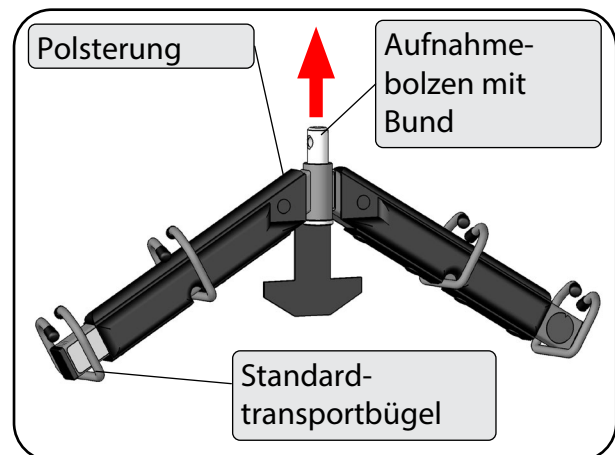

Abbildung 15
10. Knöpfen Sie zur Montage des Transportbügels die Polsterung auf (Abbildung 15) und stecken Sie den Aufnahmebolzen mit Bund von unten durch den Transportbügel. Schließen Sie die Polsterung wieder.